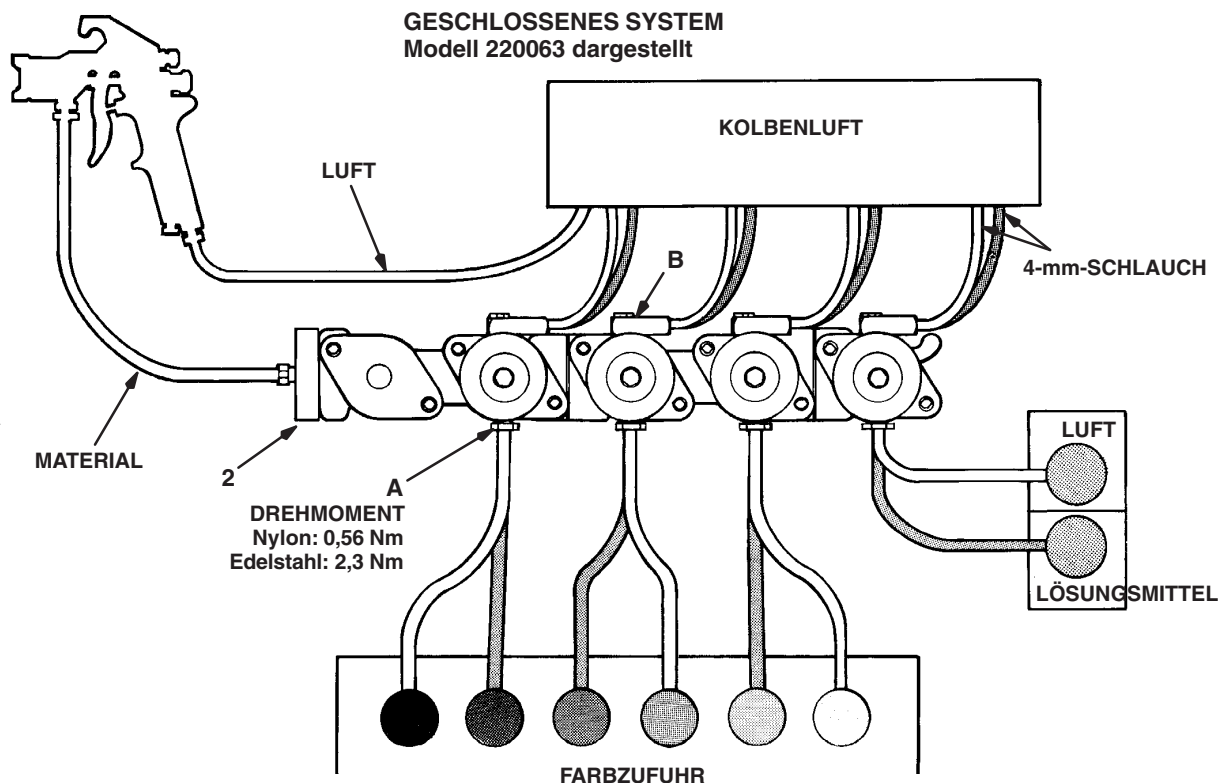
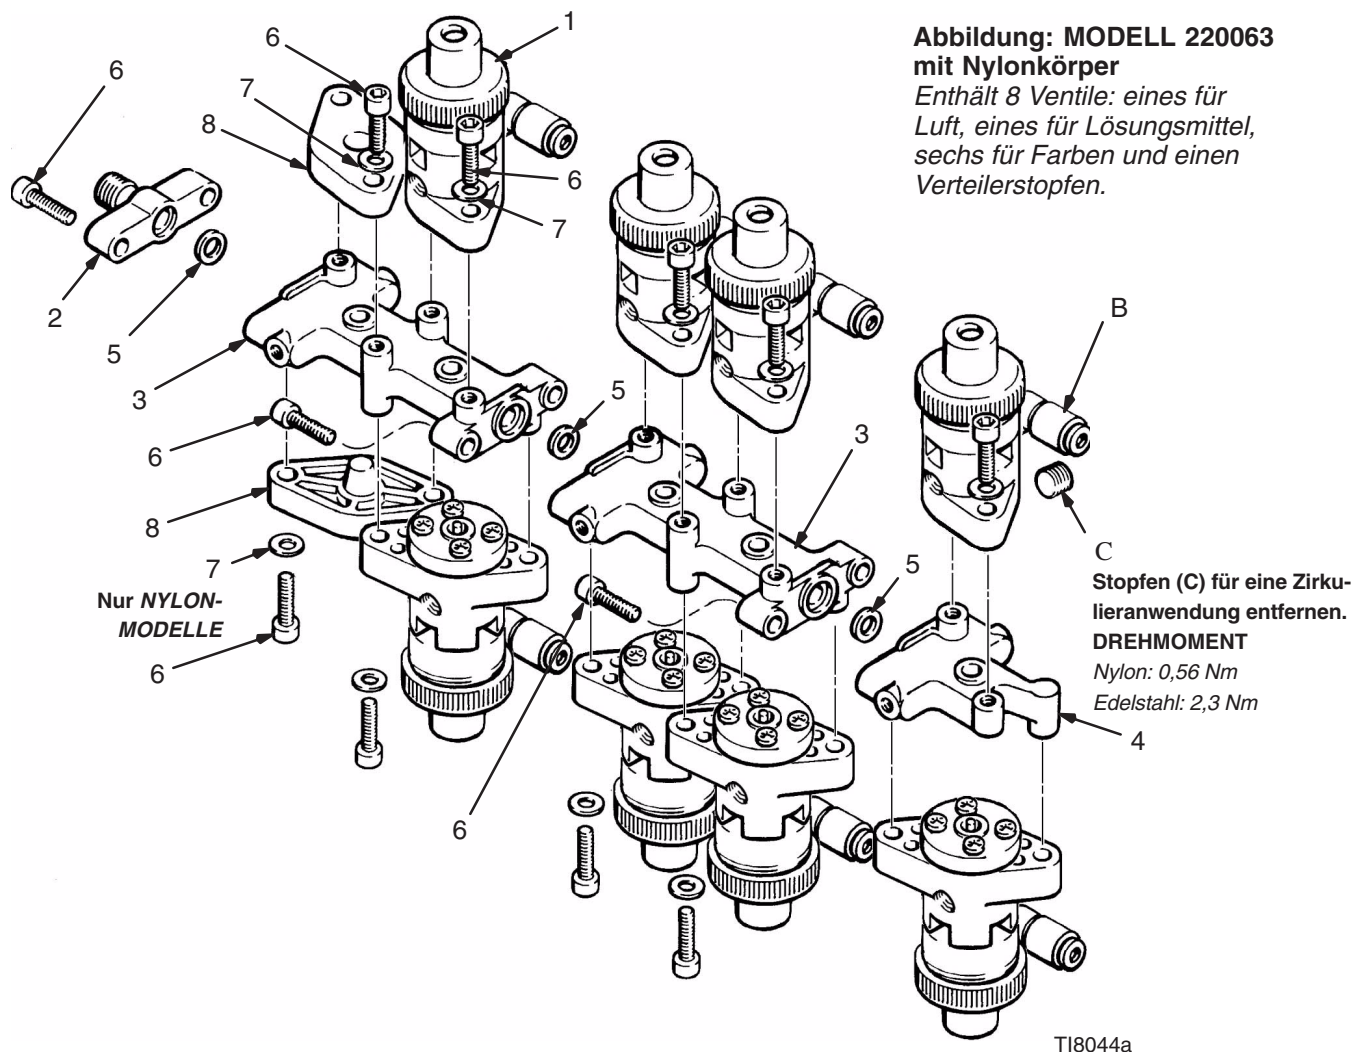

Abb. 1
Abb. 2
1. Eine Dichtung (5) zwischen jeden der Mittelverteiler (3) legen. Den Verteiler mit zwei Schrauben (6) anschließen. Siehe Abb. 2.
2. Eine Dichtung (5) auf das offene Ende des letzten Mittelverteilers geben und den Endverteiler (4) mit zwei Schrauben (6) befestigen.
3. Eine Dichtung (5) vorne auf den ersten Mittelverteiler geben und den Frontblock (2) mit zwei Schrauben (6) befestigen.
4. Die Ventile (1) mit zwei Scheiben (7–nur Nylonventile) und zwei Schrauben (6) installieren.
6. Ein Rohr mit 4 mm Außendurchmesser an jedem Kolbenlufteinlassfitting (B) anschließen, indem das Rohr in die spezielle Schnelltrennkupplung an der Verschraubung gedrückt wird. Siehe Abb. 1.
Den Materialzufuhrschlauch am Adapter (A) anschließen. Siehe Abb. 1.
8. Die Materialschläuche zwischen Pistole und Frontblock (2) anschließen. Das Gewinde am Frontblock ist ein 1/4-18,6-Verbundgewinde, das sowohl für 1/4-18-NPSM- als auch 1/4-19-BSP-Stecker passt.
9. In einem Zirkulationssystem muss der Zirkulierstopfen (C) vom Ventil abgenommen und die Zirkulierleitung mit einem geeigneten Adapter an der 1/8"-NPT(i)-Öffnung angeschlossen werden. Siehe Abb. 2. Dichtmittel auf den Adapter auftragen und mit folgendem Drehmoment festziehen: